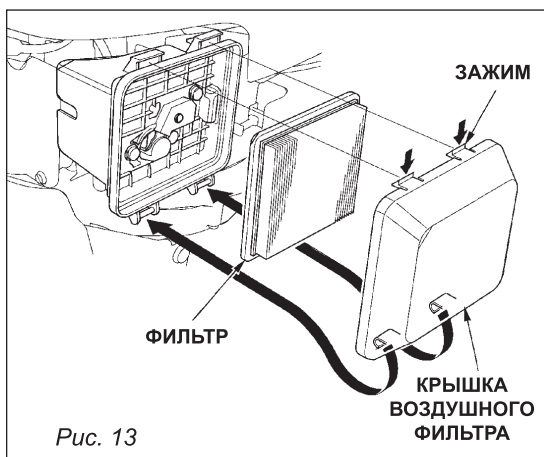

Рис. 13
1. Нажмите на защелки и снимите крышку воздушного фильтра, рис. 13;